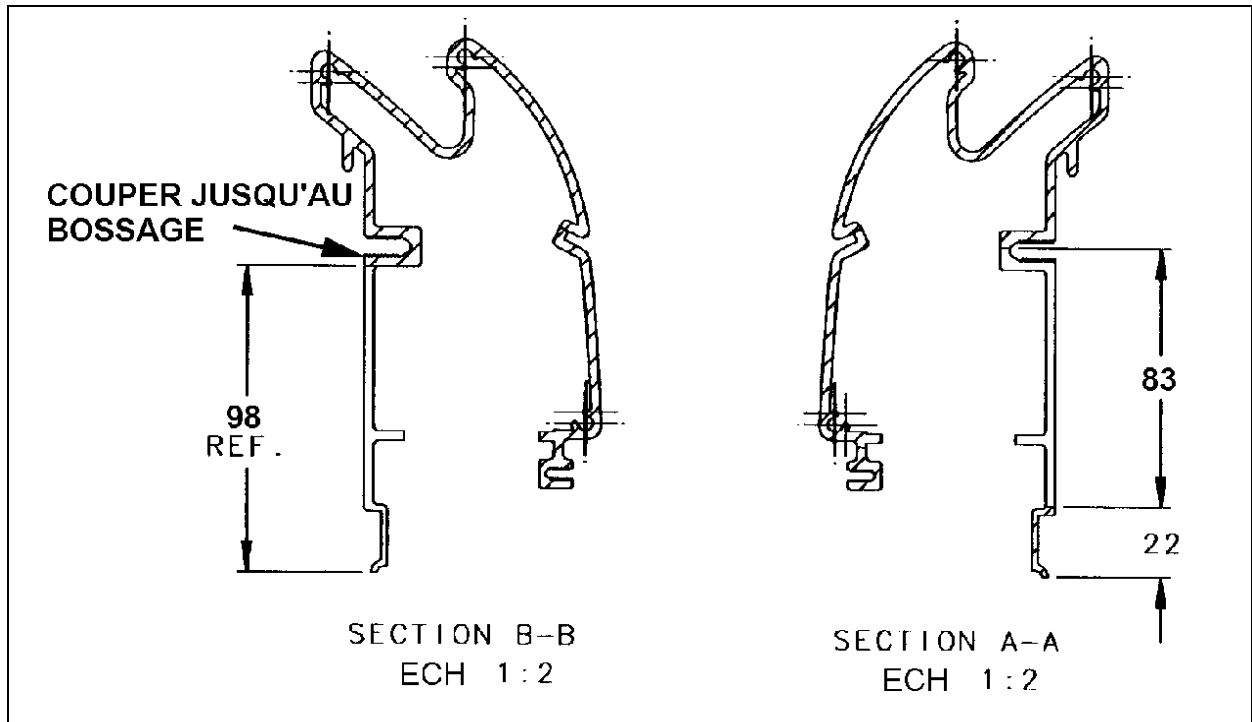

FIGURE 1 : MAIN COURANTE
2. Couper l'extrusion d'aluminium et la main courante sur une longueur de 100 mm (4 po) (voir figures 1 et 3).
3. Couper l'extrusion d'aluminium et la main courante sur une longueur de 100 mm (4 po) (voir figures 1 et 3).